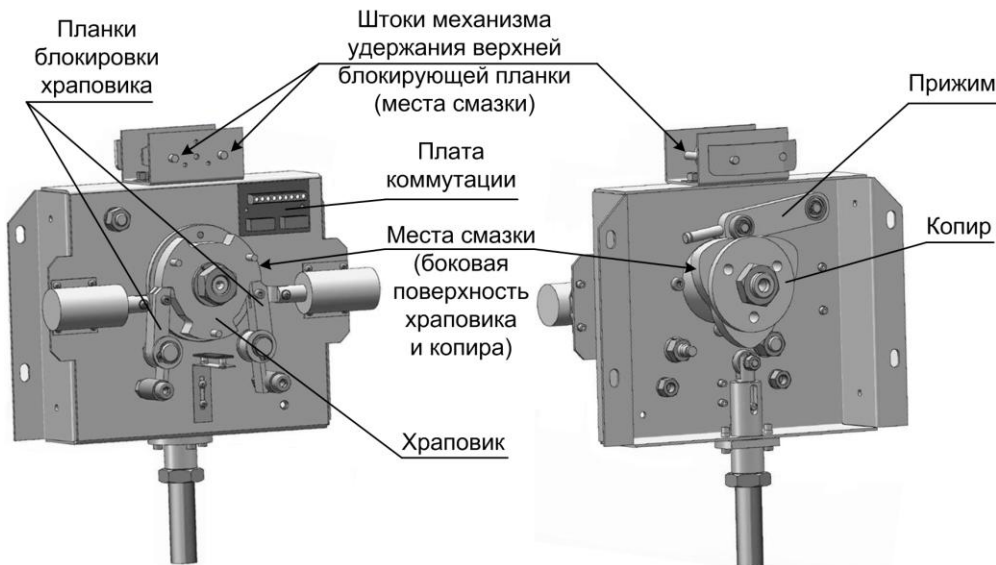

Рис.7 Расположение узлов и деталей трения. Места смазки
- выполните смазку следующих узлов трения (рис.7), смазка – Литол или аналогичная: